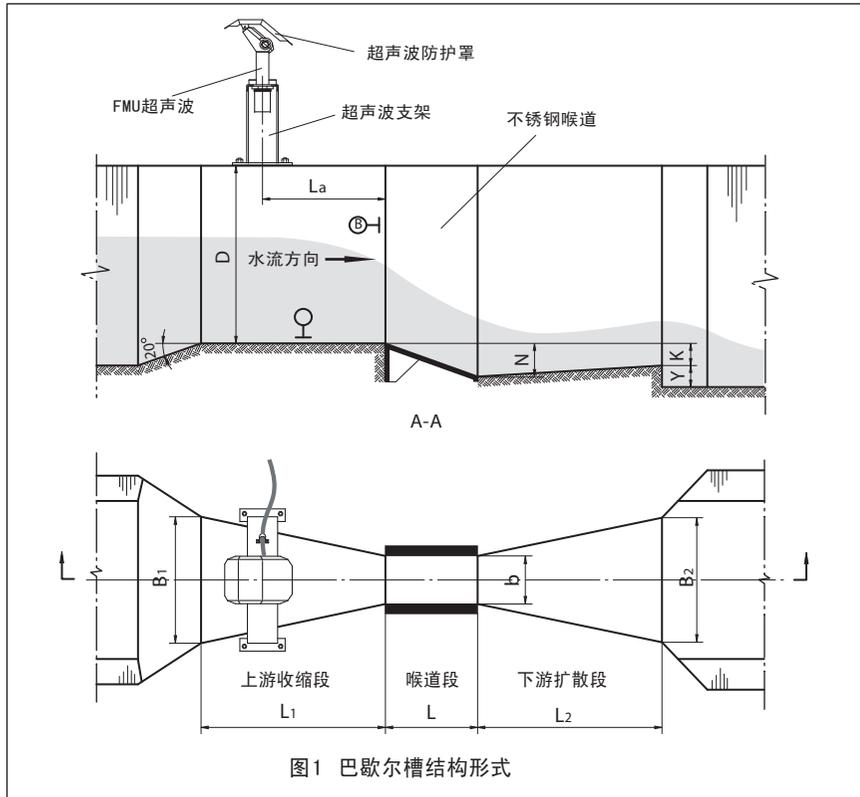

图1 巴歇尔槽结构形式
1.1 巴歇尔槽为矩形横断面短喉道槽，由喉道上游均匀收缩段、喉道段和喉道下游均匀扩散段组成（图1）。